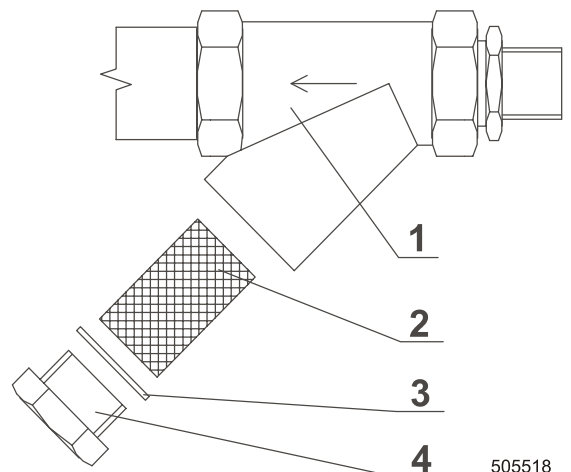

Fig. 5.9.
Controllare l'allineamento delle pulegge usando l'apparecchio di misura (fig. 5.9, pos. 4) oppure una riga.